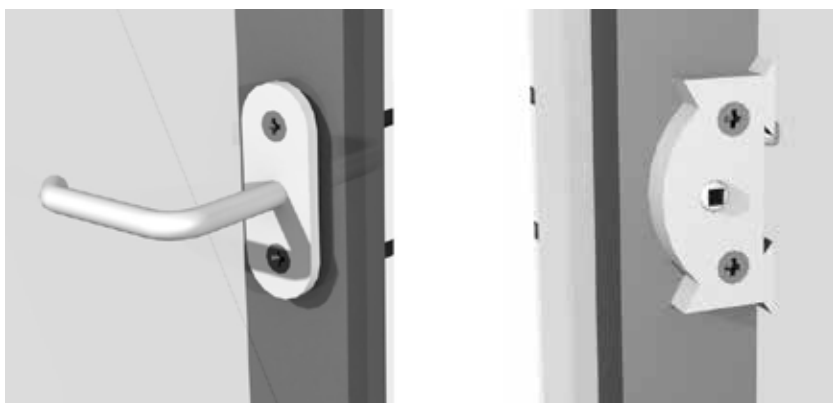

Рисунок 7 – Ручка и замок
7. Ручки для дверей и форточек установить поверх поликарбоната **Поз.6** при помощи саморезов 3.9х19 **Поз.19**, после чего установить замки (рис.7).